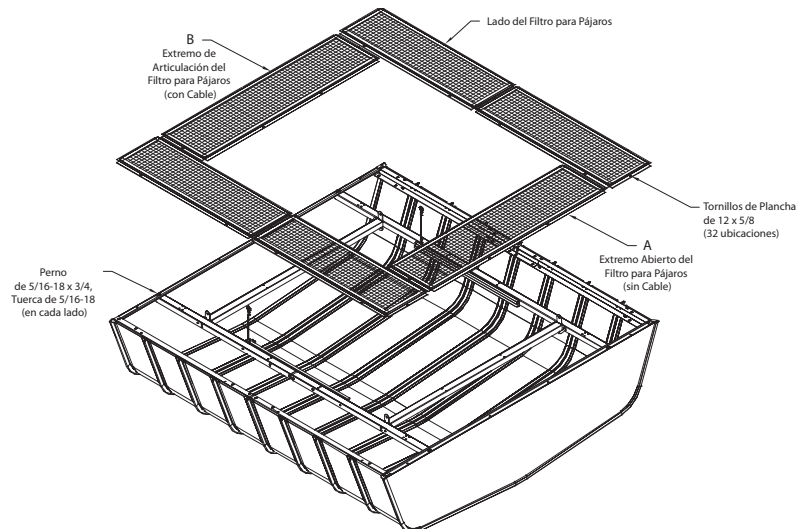

Figura 5 — Conecte el Marco y el Filtro para Pájaros 3FKE2 y 3FKE3
4. Consulte la Figura 5. Fije el marco a la cubierta usando (1) perno de 5/16-18 x 3/4 y (1) tuerca de 5/16-18 en cada esquina.
5. Consulte la Figura 5. Fije el filtro para pájaros en los orificios que se proporcionan usando (32) tornillos de plancha N° 12 x 5/8, (5) en cada defensa lateral y (6) en los extremos A y B.